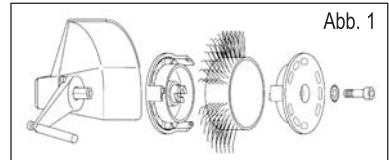
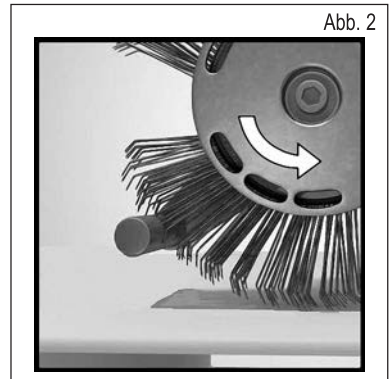

Abb. 1
Abb. 2
1. Stromversorgung unterbrechen und dann Bristle Blaster® Band 23 mm ordnungsgemäß mit dem entsprechenden Aufnahmesystem (Laufrichtung beachten) und der dafür vorgesehenen Fächerscheibe und Schraube am Werkzeug befestigen. **Siehe Abb. 1 und Abb. 2**
Verwenden Sie ein Bristle Blaster® Band in der falschen Laufrichtung? – Richten Sie das Band so aus, dass es in die vorschrittmäßige Richtung läuft (siehe Kapitel 5, Inbetriebnahme, Abb. 2).